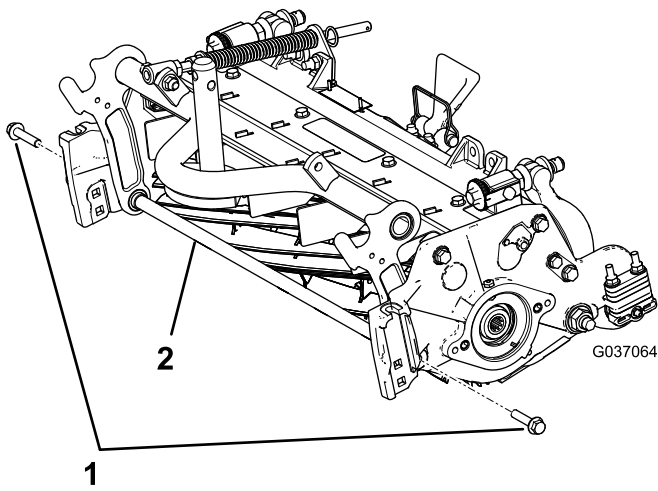

Bild 4
- A. Entfernen Sie die beiden Bundkopfschrauben, mit denen die Stützstange befestigt ist und entfernen Sie die Stützstange (*Bild 4*).